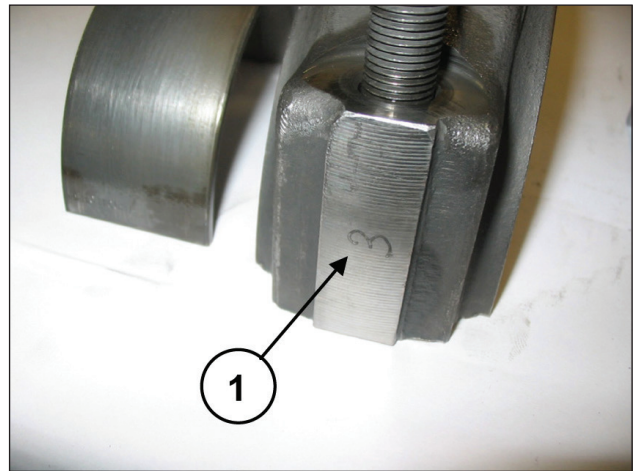

Fig. 25
Pour éviter toute erreur, les chapeaux et les demi-bielles ont été numérotés sur un côté (rep. ①, Fig. 25).